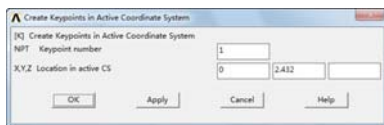

图 6-8 “Create Keypoints in Active Coordinate System”对话框
①依次选择 Main Menu→Preprocessor→Modeling→Create→Keypoints→In Active CS，会弹出“Create Keypoints in Active Coordinate System”对话框，如图 6-8 所示，在“Keypoint number (NPT)”输入框中输入 1，在“Location in active CS (X and Y)”输入框中分别输入 0 和 2.432。